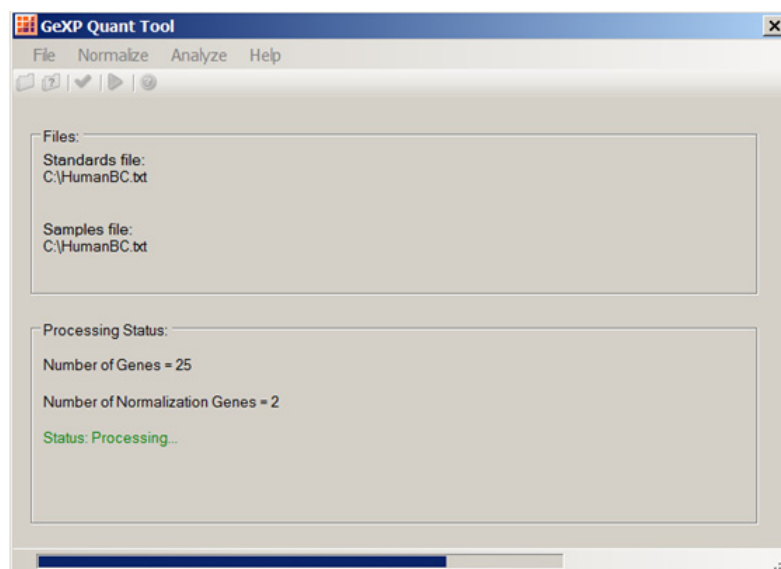

图 7.43 正在进行定量分析
8. GeXP 定量工具将生成多重复合物中每个基因的标准曲线，并计算未知样品中每个基因的基因表达值 (GEQ) 和校准后的基因表达值 (GEQ Norm)。分析过程中，将通过窗口底部的状态栏和“Processing Status”（处理状态）框中的绿色文本指示分析状态，如图 7.43 所示。